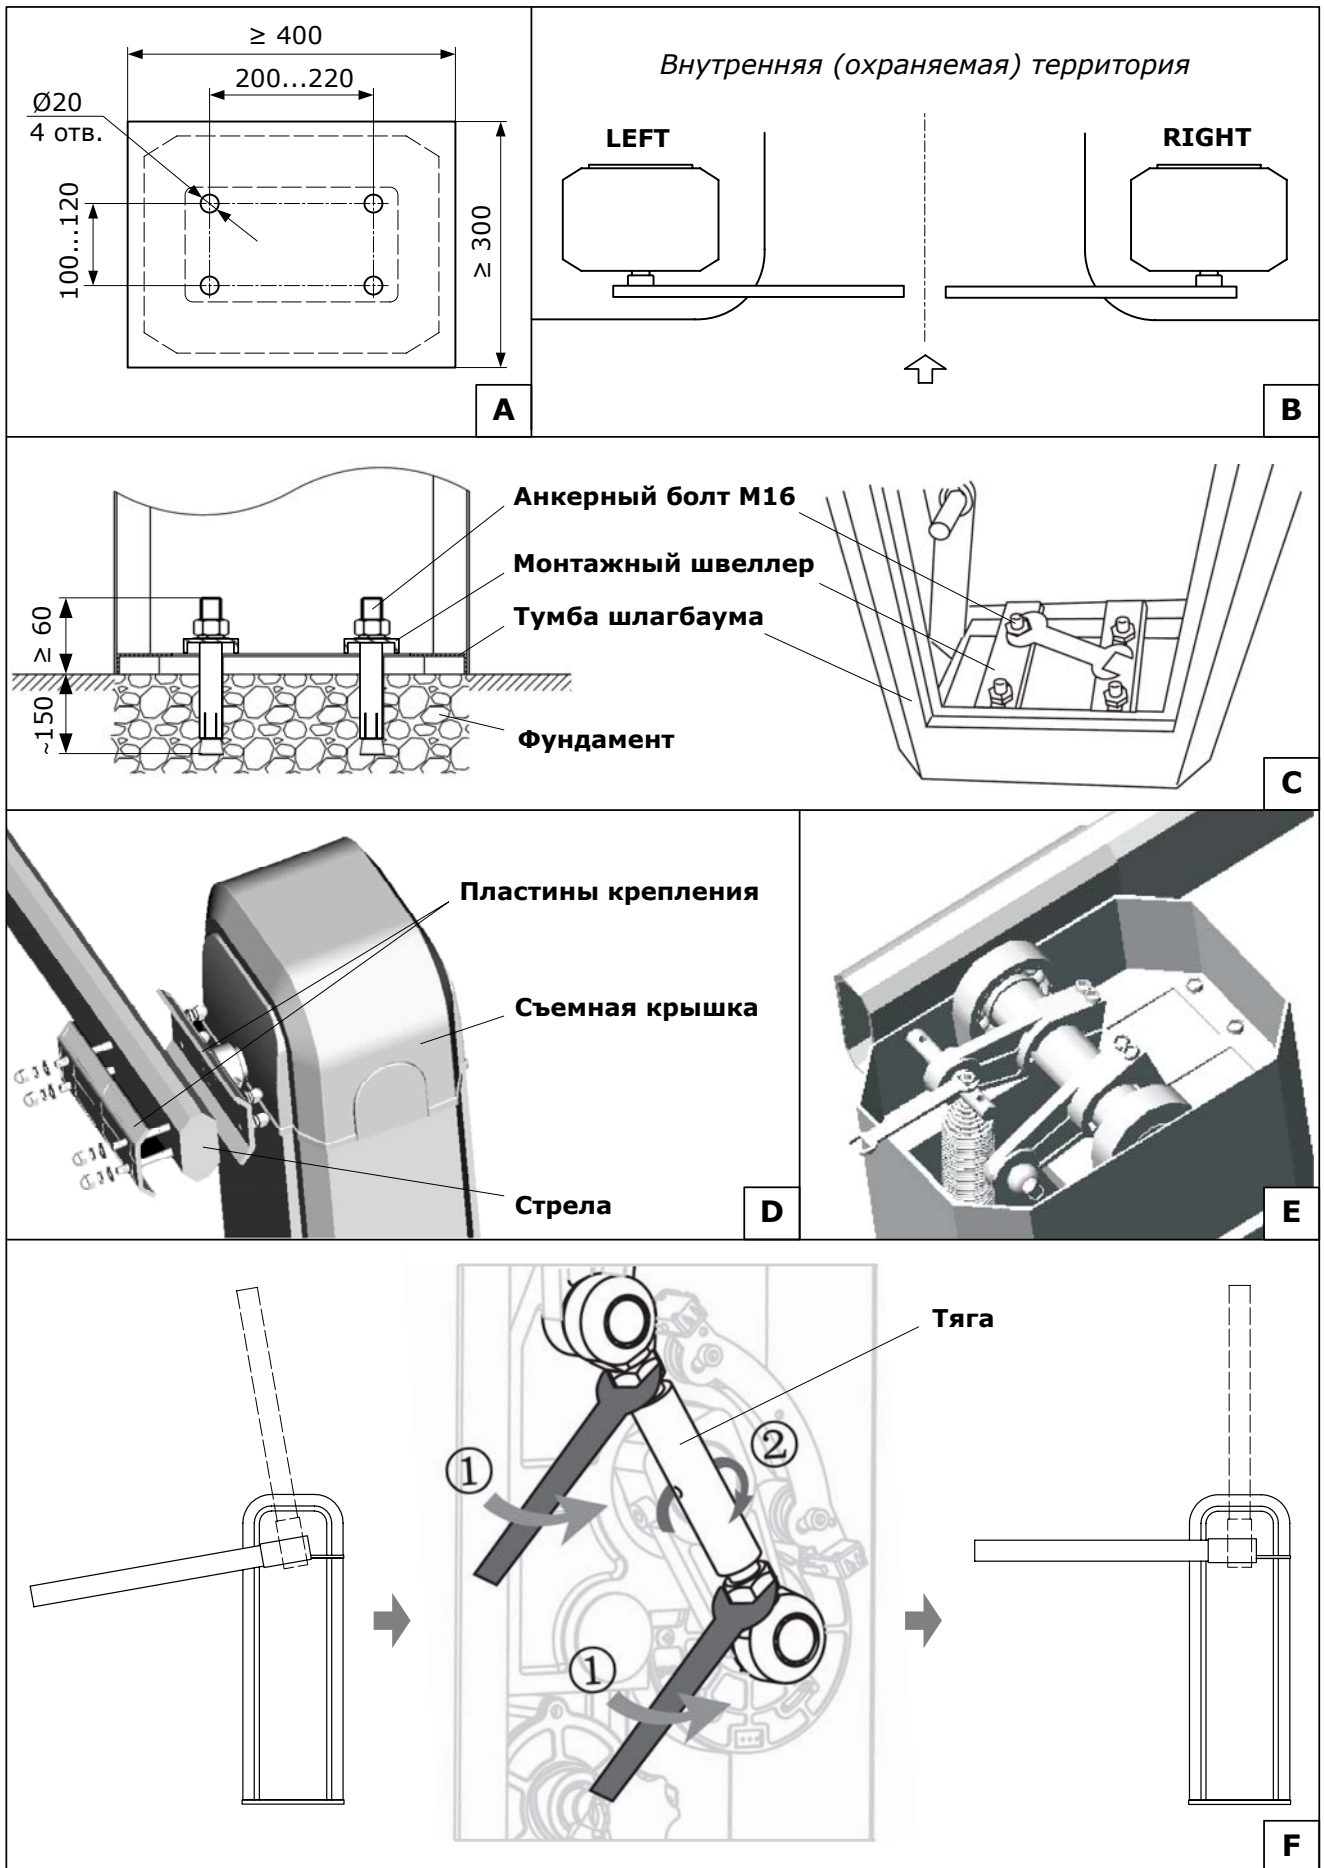

Рис. 3. Монтаж шлагбаума
- Подготовьте яму под фундамент для шлагбаума (Рис. 3А-3С). Расположение ямы выберите, находясь внутри ограждаемой (охраняемой) шлагбаумом территории. Шлагбаум может быть установлен на правой или левой стороне проезда. Рекомендуется устанавливать шлагбаум таким образом, чтобы дверца тумбы шлагбаума могла открываться со стороны охраняемой территории (необходимо учитывать вид исполнения шлагбаума). Яму выполняйте на глубину, при которой не происходит промерзание грунта.
Шлагбаум ASB6000 выпускается двух видов (Рис. 3В) – исполнение правое (RIGHT) и исполнение левое (LEFT). Изменение исполнения конструкцией шлагбаума не предусмотрено. В данном руководстве изображается шлагбаум с правым исполнением.
Для установки тумбы шлагбаума необходимо (Рис. 3А, 3С):